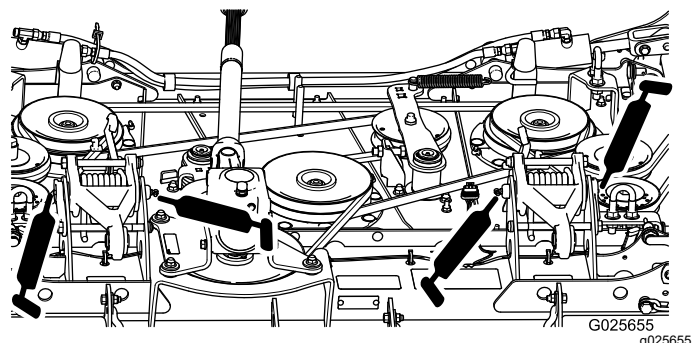

Figure 16
- Bielles de plateau (5) (Figure 16)